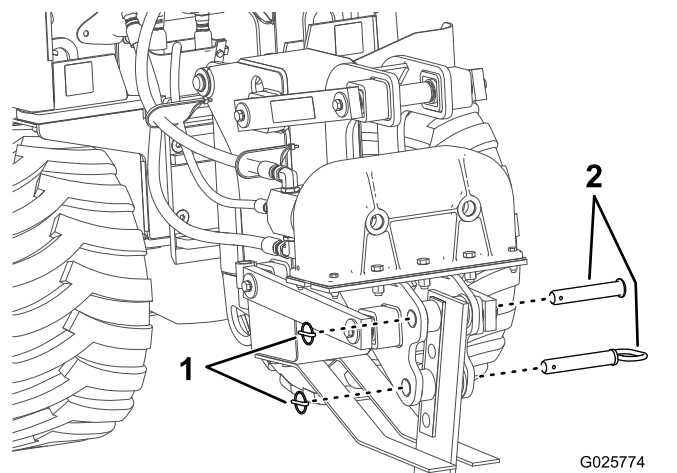

Figura 17
2. Abra las 2 anillas de retención circulares y retire el pasador de anilla (Figura 17).